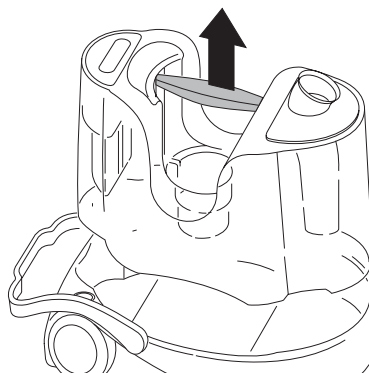

fig. 3
- Verwijder de vergaarbak voor vloeistoffen/vaste stoffen H, met behulp van het handvat voorzien op de vergaarbak (fig. 3).